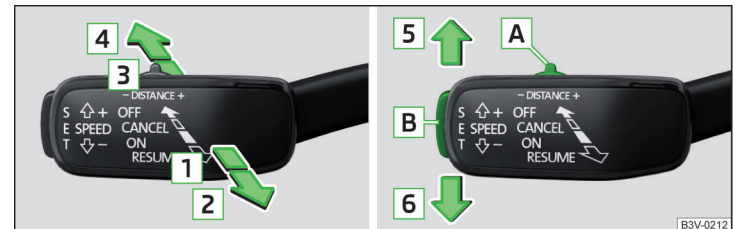

Abb. 285 Bedienungshebel
» Abb. 285
- Die Taste **SET** » **Abb. 285 auf Seite 247** drücken.
- **oder:** Den Hebel in die gefederte Stellung **RESUME** » **Abb. 285 auf Seite 247** einstellen.
- Den Hebel in die gefederte Stellung **CANCEL** » **Abb. 285 auf Seite 247** einstellen.
Die gewünschte Geschwindigkeit wird mit dem Bedienungshebel eingestellt oder geändert » **Abb. 285 auf Seite 247**.
➤ Den Schalter **DISTANCE** in die gefederte Stellung – oder + einstellen » Abb. 285 auf Seite 247.
Ein Beschleunigungsvorgang kann jederzeit durch Betätigung des Bremspedals oder den Druckpunkt **CANCEL** am Bedienungshebel » Abb. 285 auf Seite 247 abgebrochen werden.